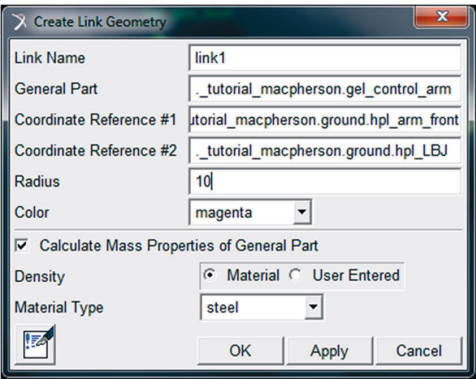

Figura 4.19 – Criação do *Link* 1.
- A janela *Create Link Geometry* será aberta e deverá ser preenchida conforme ilustrado na Figura 4.19. Observe que o item para recalcular as propriedades de massa do *General Part* deve estar ativado caso o usuário deseje atualizar os dados de propriedades de massa inseridos na Etapa 5.